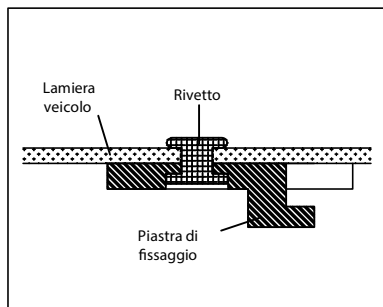

Fig G 1
**FIG. G.1\_ Situazione A\_** In fase di realizzazione dei fori, sul lato interno dell'anta del veicolo la lamiera è piana. (Fig G 1). In questa situazione non ci sono problemi di installazione in caso di fissaggio con rivetti o altri elementi.